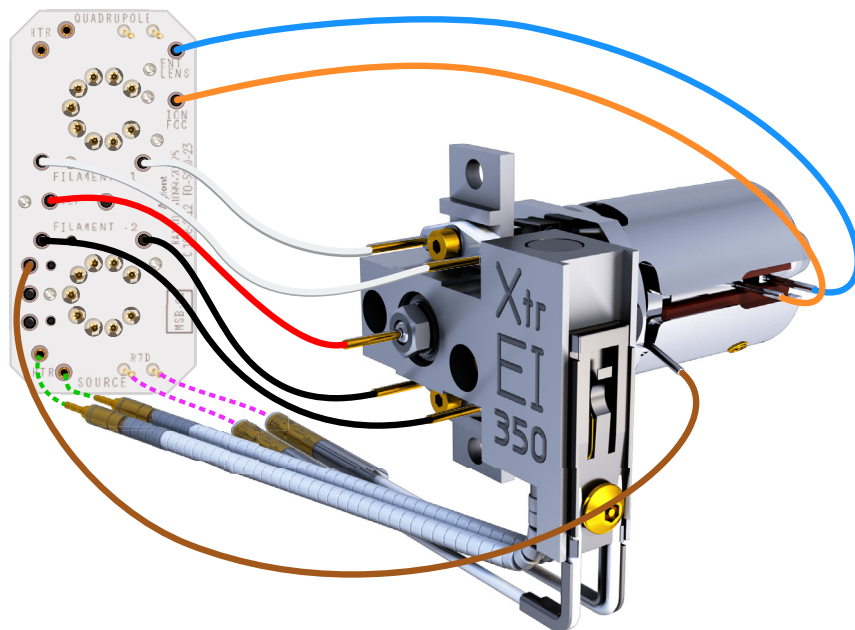

Figura 57 Fiação para a fonte EI XTR
- 1 Use pinças ou alicates com ponta agulha para conectar/desconectar os fios da fiação da placa de cerâmica nos conectores da fonte. (Consulte Figura 57.)